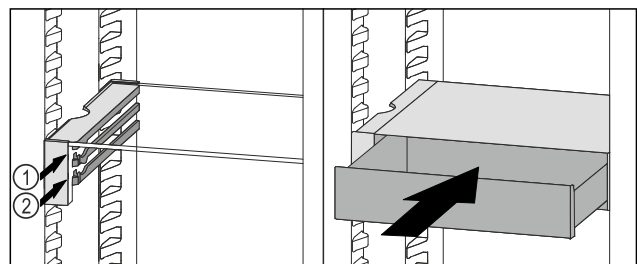

Fig. 70
- ▶ Coloque el cajón VarioSafe detrás de los topes, en la ranura deseada Fig. 70 (1) o en Fig. 70 (2).